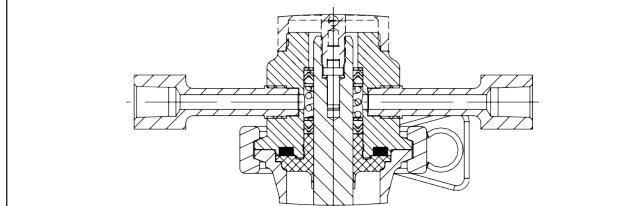

Рис. 5: Клапан с паровым затвором
- **паровые затворы** (не соответствуют нормам EHEDG), см. Рис. 5
Для стерилизации штока плунжера при помощи пара или жидкости можно предусмотреть паровой затвор (см. рис. 5)